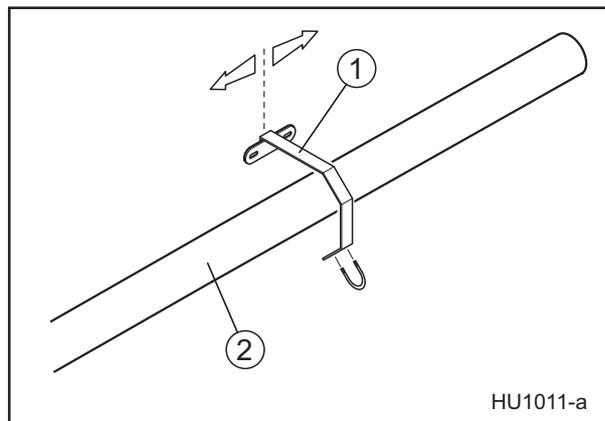

Abb. 15
- Montieren des mittleren Ballenbügels (1) mittig über der Antriebswelle (2) und Platzierung von 2 - 3 Schrauben (siehe Abb. 15).